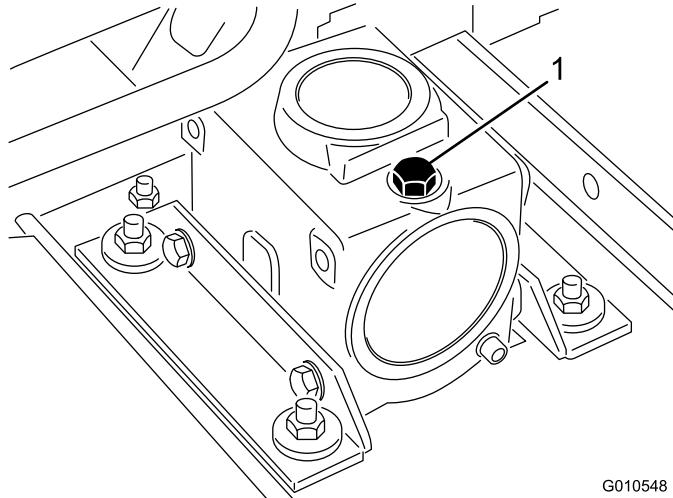

Figura 10
2. Retire a vareta/tampão de enchimento da parte superior da caixa de velocidades (Figura 10) e verifique se há lubrificante entre as marcas da vareta. Se o nível de lubrificante estiver baixo, adicione lubrificante suficiente até o nível ficar entre as marcas.